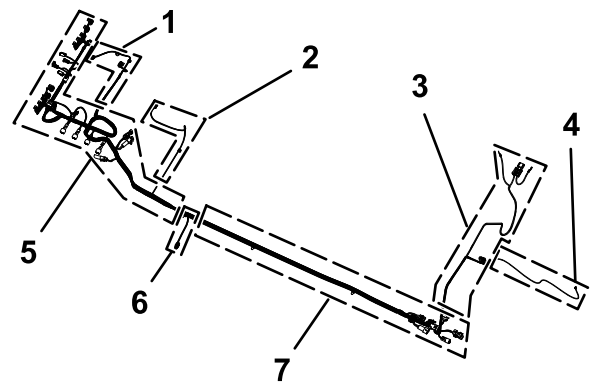

图 83
1. 找到新电气线束的 165cm 支管和 203cm 支管图 83。